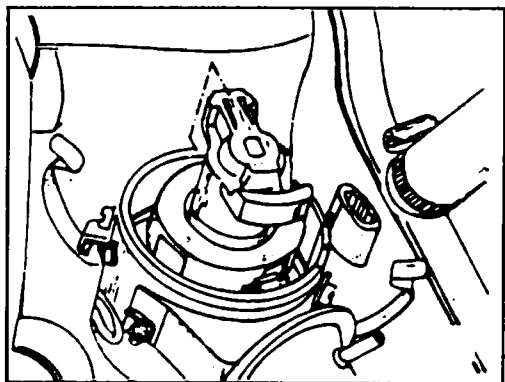

Рис. 4.70 Монтажное положение бегунка распределителя - на одной линии с меткой на краю корпуса распределителя
◆ Поверните коленвал так, чтобы поршень первого цилиндра находился в ВМТ и обозначьте положение бегунка распределителя зажигания на крае корпуса распределителя зажигания (см. рис. 4.70). Для того чтобы повернуть коленвал, наденьте рожковый ключ на головку болта, крепящего зубчатый шкив газораспределения (в середине ременного шкива коленвала).
- ◆ Поверните бегунок распределителя зажигания так, чтобы он установился напротив метки, расположенной на краю корпуса распределителя зажигания, как это показано на рис. 4.70.